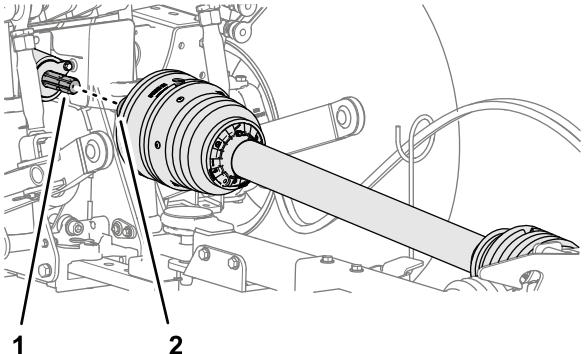

Рисунок 30
- Совместите быстроразъемный соединитель приводного вала механизма отбора мощности с выходным валом механизма отбора мощности (Рисунок 30).